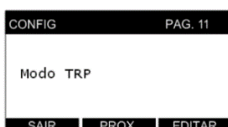

Figura 1
1. Nesta página é possível selecionar o modo de armazenamento para a medição de Tensão de Regime Permanente (TRP). Clique em **EDITAR** para iniciar (figura 1);